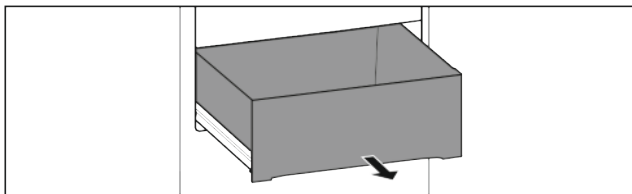

Fig. 25
- Выдвижной ящик полностью выдвинут (см. Fig. 25).